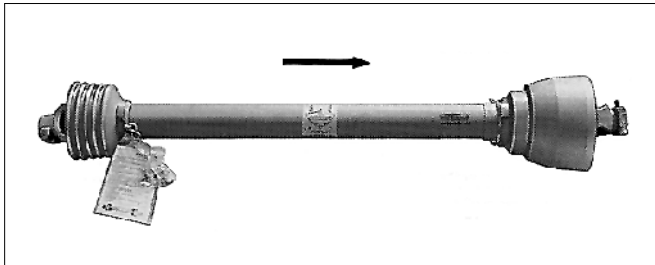

Fig. 4.12
1. **Wide-angle p.t.o. shaft WWE 2300-SD15-1010 (fig. 4.12),**